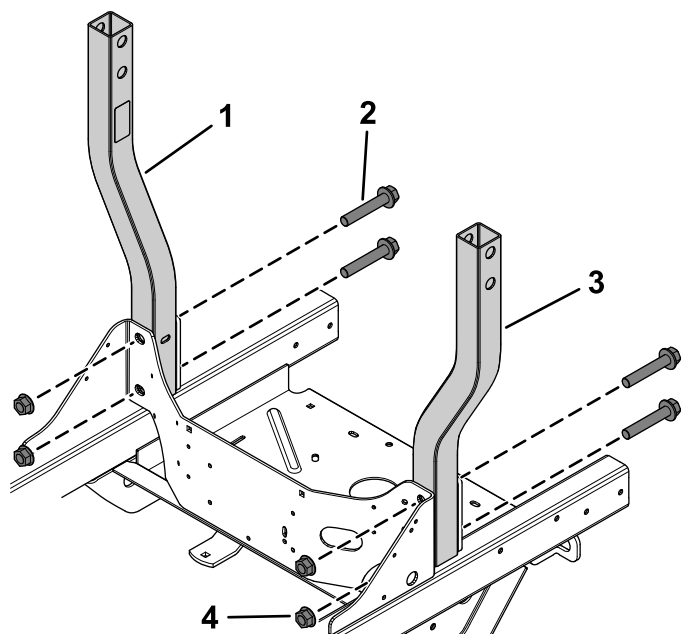

Figura 1
1. Fissate senza serrare i gruppi roll bar inferiori al tosaerba utilizzando 2 bulloni a testa flangiata ($\frac{5}{8}$ " x $3\frac{1}{2}$ ") e 2 dadi di bloccaggio ($\frac{5}{8}$ ") su ogni lato (Figura 1).